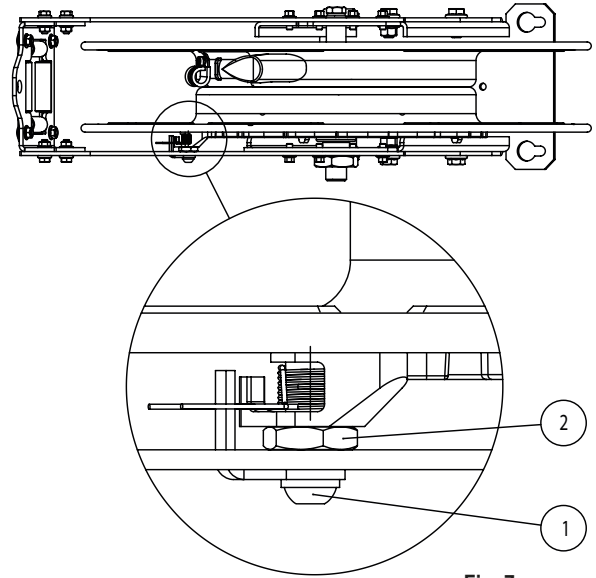

Fig. 7
1. With the hose fully wound on the spool and the hose stopper touching the rollers, remove the screws (1) (fig. 7) holding the nut (2) (fig. 7). Then remove the ratchet assembly.
1. Med slangen helt upprullad och slangstoppet ända emot utloppsrullarna, skruva loss skruvarna (1) (fig. 7) samtidigt som muttern (2) hålls och tag bort spärrsatsen.
1. Con la manguera enrollada y el tope de manguera apoyado en los rodillos de salida, desenrosque los tornillos (1) (fig. 7), haciendo contratuercas en (2), y retire el conjunto trinquete.